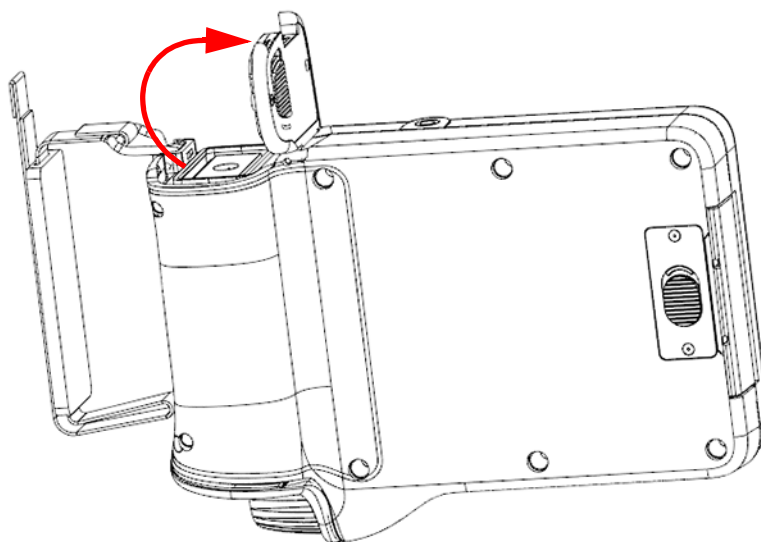

図 4-2 バッテリー収納部 – カバー開放
3. カバーを持ち上げて完全に開きます（42 ページの 図 4-2 を参照）。